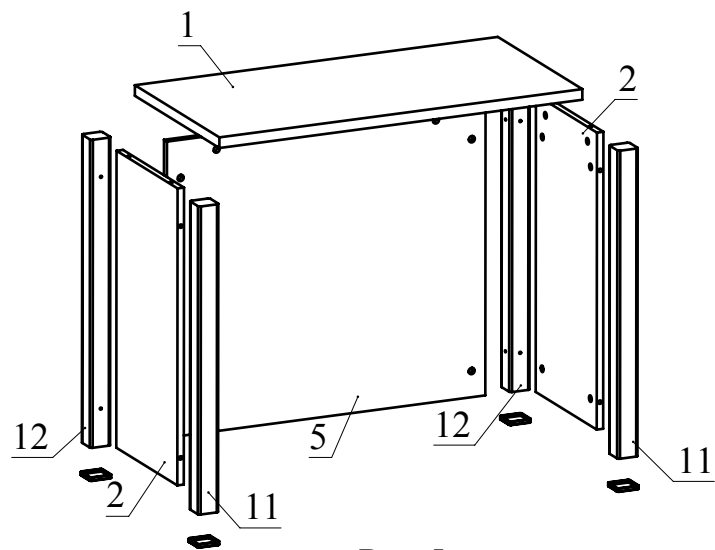

Рис.5
- Соедините детали 11 и 12 с деталями 2 и затяните головки минификсов. Затем соедините детали 12 с деталью 5 с помощью минификсов. Установите деталь 1 на детали 2, 5, 11, 12 и зафиксируйте, повернув конфирматным ключом головки минификсов по часовой стрелке до упора. Установите накладки для профиль-ножек на детали 11, 12 (Рис. 5).